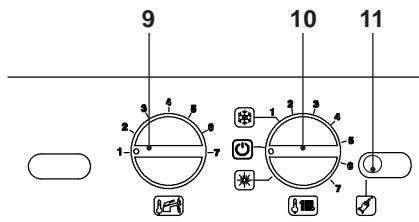

Figura 5.52
- Per uscire dalla programmazione posizionare il selettore di funzione / manopola regolazione temperatura 10 come indicato in Figura 5.52.